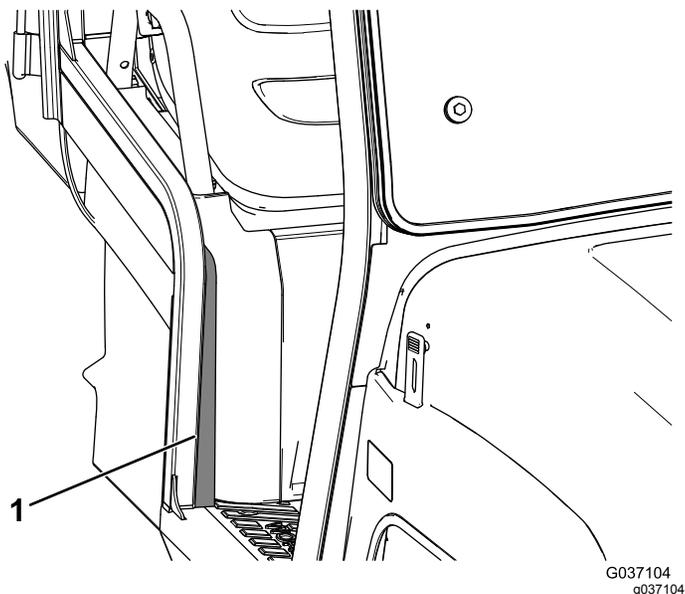

Figura 16
12. Retire la parte posterior de la junta de espuma y fíjela a la derecha de la máquina (Figura 16).